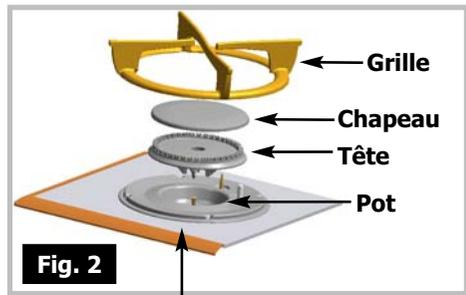

Fig. 2
- Dévissez à l'aide de la clé fournie les injecteurs situés dans le fond de chaque pot et ôtez-les (fig. 2).